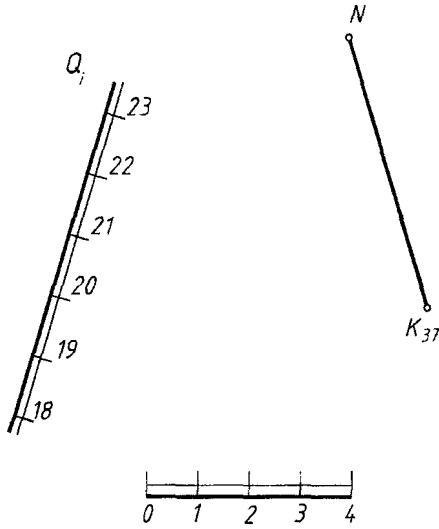

Рисунок 7
**Пример 3.** Определить отметку точки N прямой KN, параллельной плоскости  $Q_i$  (рис.7).